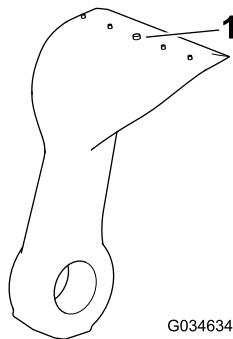

Figura 22
- Inspeccione cada cuchilla en busca de desgaste excesivo usando la línea de desgaste (Figura 22). Si una cuchilla está desgastada hasta la línea de desgaste, cambie la cuchilla.